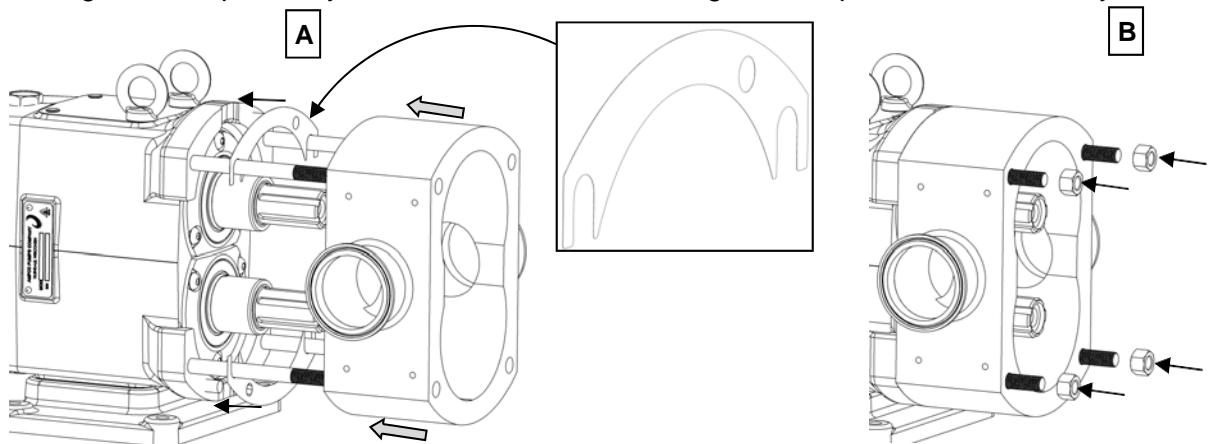

Figura 61: Instalar calzas y cuerpo de la bomba
1) Asegúrese de que todos los componentes de sellos se instalen según las instrucciones de “Ensamblaje de sellos” en la página 17. Asegúrese de que todas las clavijas estén en su lugar y que todas las piezas, incluyendo el cuerpo, los rotores y las tuercas del rotor, estén limpias y libres de materias extrañas. Instale las calzas correctas en la caja de engranes, usando grasa para mantenerlas en su lugar, de ser necesario. Deslice lentamente el cuerpo sobre los postes y ejes de la caja de engranes, asegurándose de que los sellos se mantengan en su lugar y no se dañen (Figura 61, A). Instale las cuatro tuercas de sujeción y apriete el cuerpo contra la caja de engranes para que las clavijas se enganchen (Figura 61, B). Gire los ejes para asegurarse de que no hay interferencia con los sellos. Asegúrese de que las calzas no se hayan caído.